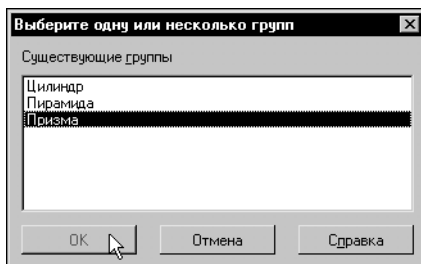

Рис. 43.4. Выбор группы для выделения
8. В появившемся на экране диалоге выберите группу *Призма* и нажмите кнопку **ОК** (рис. 43.4).